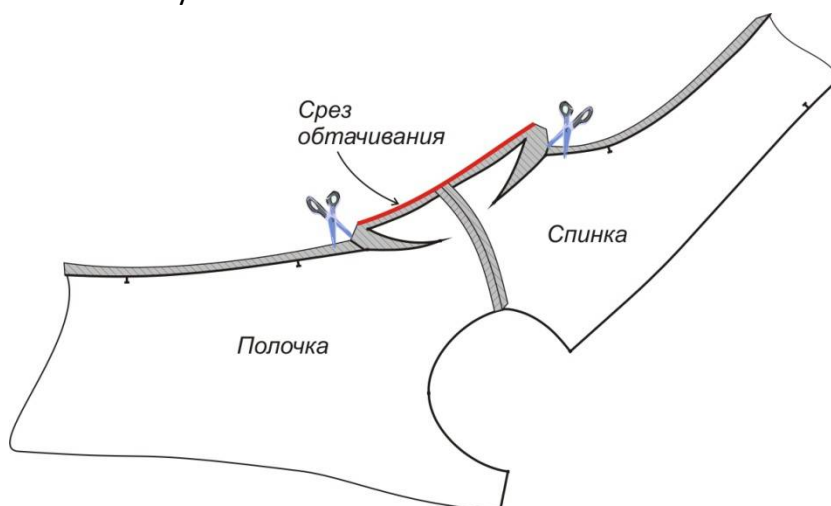

Рис.2
4. Обработайте срез цельнокроеного рукава (показан красным цветом на Рис.2) косой бейкой шириной 1,5 см, выкроенной под углом 45° к нити основы по аналогии с пунктом 2.
детали. В остальных случаях вытачку можно подрезать на расстоянии 0,7 см от шва и обметать на оверлоке, заутюживать также в сторону середины детали. Надсеките припуски на швы в местах, обозначенных символом ножниц на Рис.2.